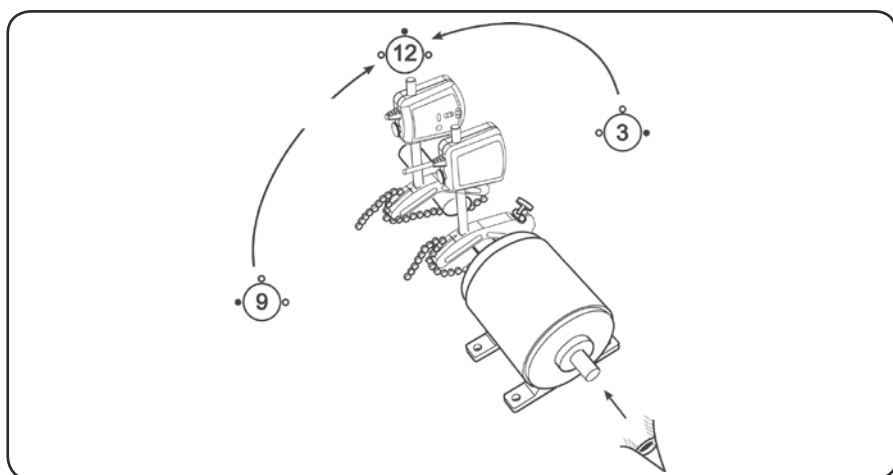

Fig. 10. Läge klockan 12
- a) Placera de båda mätenheterna i läge klockan 12 med hjälp av libellerna (fig. 10).